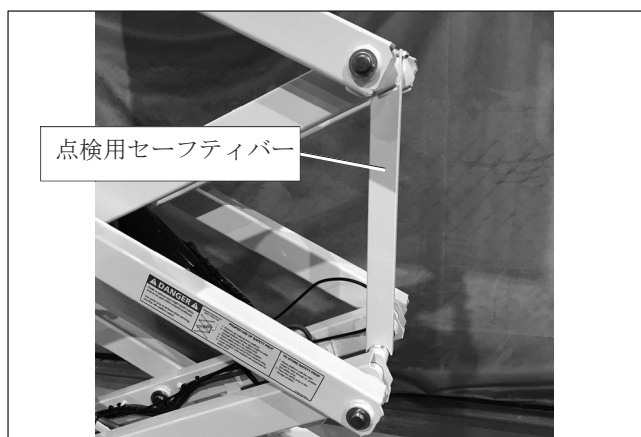

図8.3 - 点検用セーフティバー（支持位置）
3. 点検用セーフティバーを格納位置から支持位置まで下方へ回転させます（図8.3を参照）。